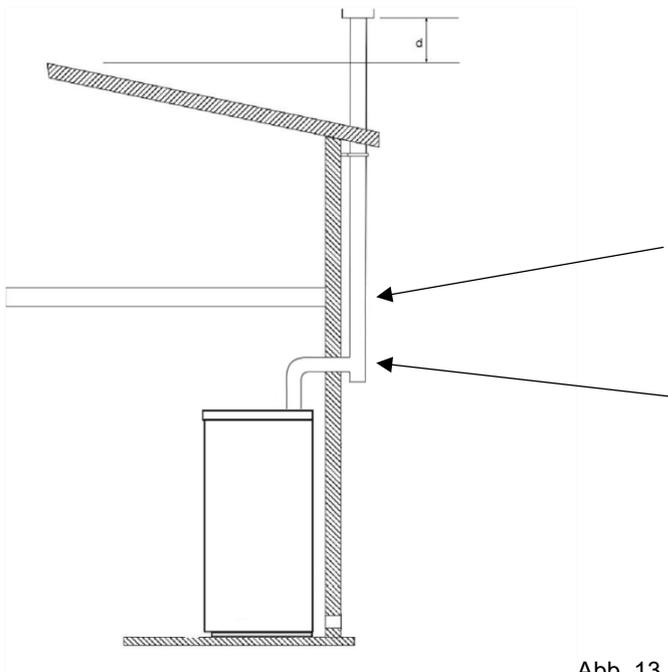

Abb. 13
- Es dürfen nur isolierte Rohre (doppelwandig) aus Edelstahl genutzt werden, die fest mit dem Gebäude verbunden sind (Abb. 13).
- In der Abb. 13 wird die Lösung gezeigt, die für die Verwendung eines externen Rauchabzugsrohrs angewandt werden muss.